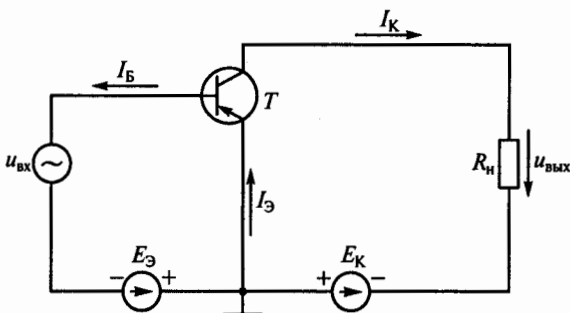

Рис. 184
**7.21.Р.** При включении биполярного транзистора  $T$  по схеме с общей базой коэффициент усиления по току равен 0,95. Чему равен коэффициент усиления по току биполярного транзистора, если его включить по схеме с общим эмиттером, как показано на рис. 184?